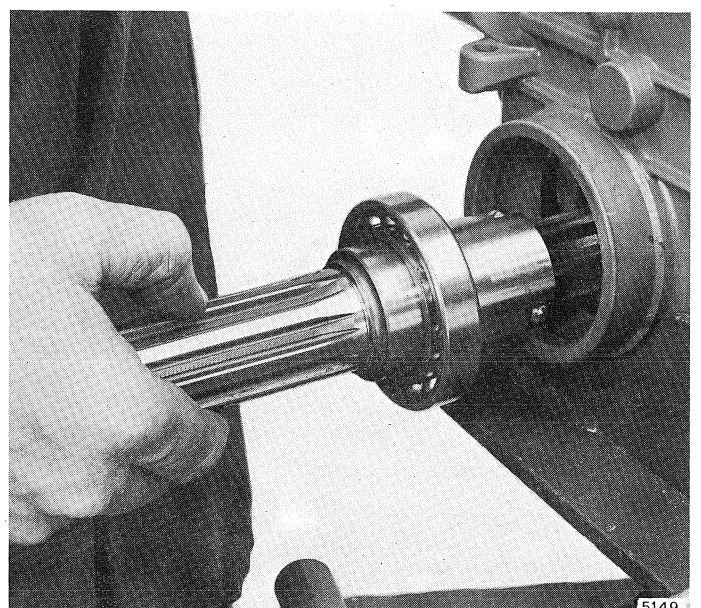
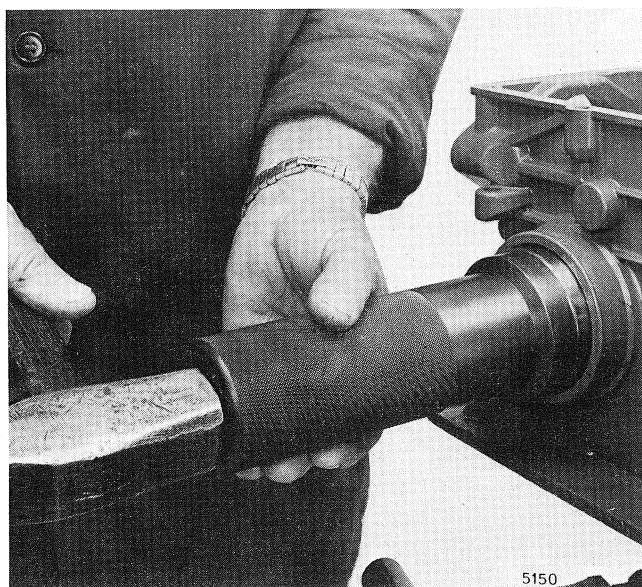

Fig. 25
Fig. 27
N.B. - Nel montaggio di fig. 25, prendere le tre sfere che trasmettono il movimento dall'albero corona elicoidale ai semiassi, farle rientrare negli alloggiamenti dell'albero corona, in modo che al montaggio del semi-asse (fig. 25) vanno a trovarsi automaticamente nei loro alloggiamenti. A montaggio avvenuto, agire sulle leve sbloccaggi ruote e controllarne l'efficienza. Le uniche regolazioni possibili su questi sbloccaggi, avvengono sul cavo di comando all'altezza della stegola, pertanto, se a montaggio ultimato (fig. 27) si presentano inconvenienti, occorre smontare e ripetere le operazioni di figg. 24 - 25 - 26 e 27 in modo corretto.